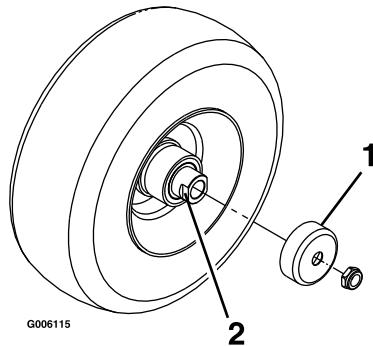

Figure 36
- Déposez les protège-joints du moyeu de roue (Figure 36).